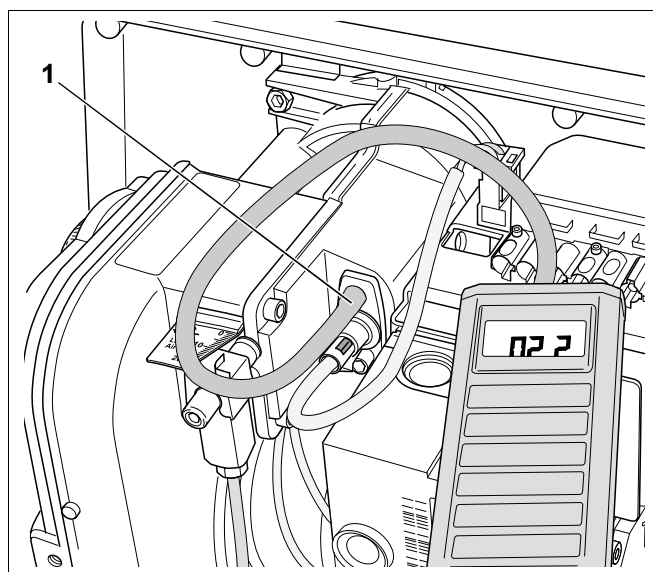

Рис. 23 Проверка напора вентилятора
- Проверить напор вентилятора (рис. 23, поз. 1) точным прибором для замера давления (значения - см. главу 4 "Технические характеристики", стр. 9).